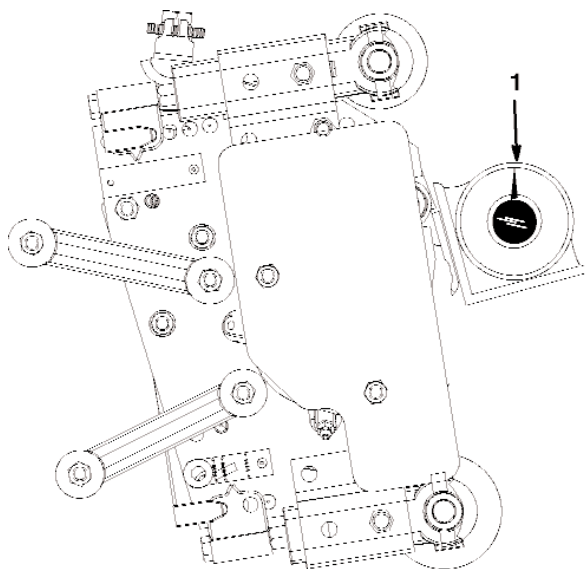

Bild 11
1. Legen Sie einen Winkelmesser (Toro-Bestell-Nr. 99-3503) auf das Untermesser und lesen den Untermesserwinkel ab (Bild 11).